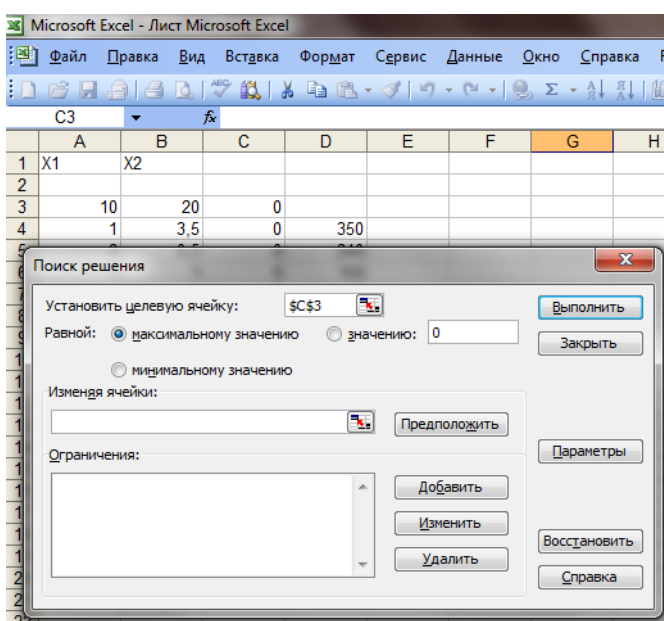

Рисунок 8 - Ввод адресов исходных переменных
- Ввести адреса искомых переменных A\$2:B\$2 (рис. 8)